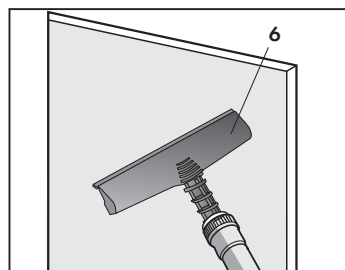

Fig. 20
- É indicada sobretudo para a limpeza de vidros, espelhos e de todas as superfícies em geral (Fig. 20).